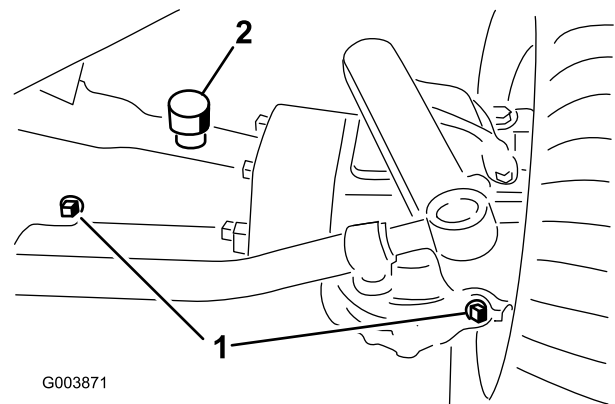
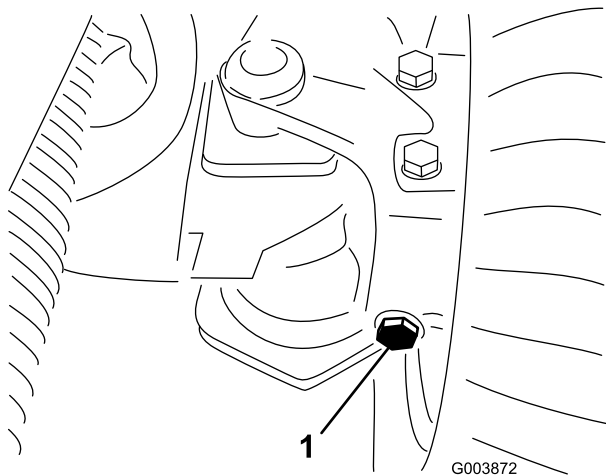

Figura 29
Figura 30
2. Retire los 3 tapones de verificación del eje (Figura 29 y Figura 30) y asegúrese de que el lubricante llega al borde inferior de cada orificio.